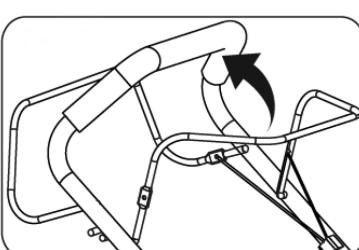

Рис. 15
3. Левой рукой нажмите и удерживайте рычаг останова двигателя (Рис. 15).
2. Нажмите и удерживайте рычаг останова двигателя (Рис. 15).